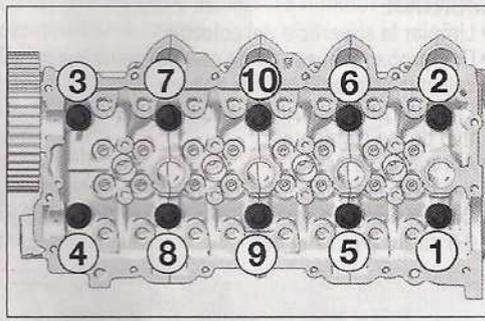

FIG. 83
- Aflojar los tornillos de fijación de la culata según el orden indicado (Fig.83).